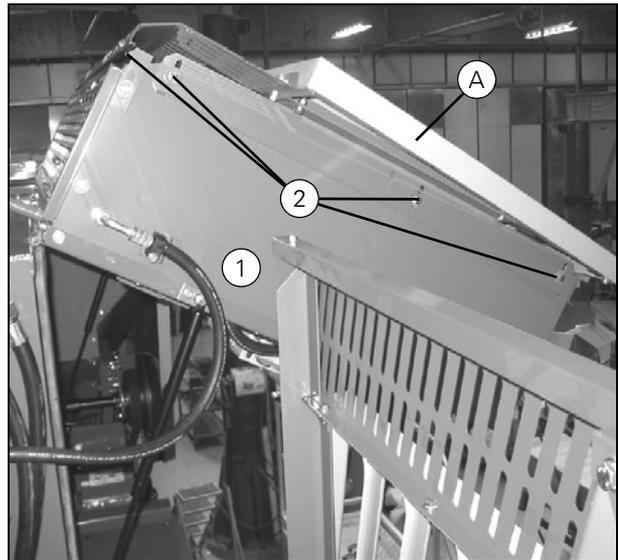

Рисунок 8
17. Закрепите фланцевый подшипник (14) на кронштейне. Не затягивайте крепления подшипника на валу.
18. Установите вал так, чтобы стопорное кольцо (E) уперлось во фланцевый подшипник (14). Установите запорное кольцо подшипника (16) на место.
ВАЖНОЕ ЗАМЕЧАНИЕ: После снятия приводных валов убедитесь, что расстояние (Z) между краем резинового ролика (F) до держателя (G) равно 3 мм. Направляющий кронштейн (H) не должен касаться вала, когда вращающееся решето закрыто. Перед установкой боковой панели (A) (Рис. 8) проверьте положение детали и при необходимости выполните регулировку следующим способом:
- Снимите пробку отверстия (J) и вставьте в отверстие измерительный брусок (K) (можно использовать измерительный брусок для подбарабання, который поставляется вместе с машиной).
- Слегка приоткройте вращающееся решето и вставьте в щель гаечный ключ, чтобы разгрузить гайки. Ослабьте болты (L) и отрегулируйте направляющий кронштейн (H).